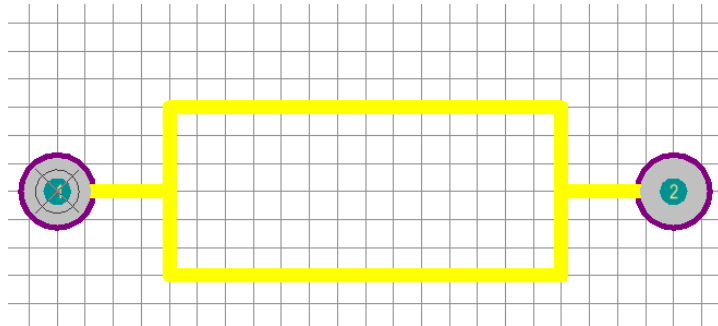

Рис. 3.21
6) Розмістіть контакти на відстані 11 мм один від одного, та намалюйте графічне позначення у вигляді прямокутника 3x7мм, який з’єднаний лініями з контактними площадками так, як зображено на рис. 3.21.